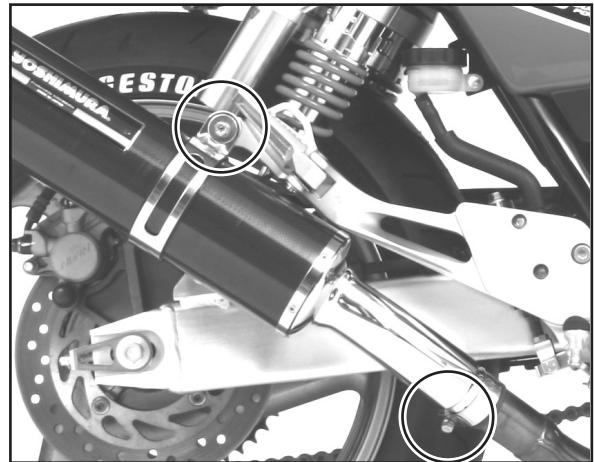

FIG. 6
6. 手順3で仮締めした⑦クランプバンドを規定トルクで締め付けて下さい。 (FIG. 6参照)